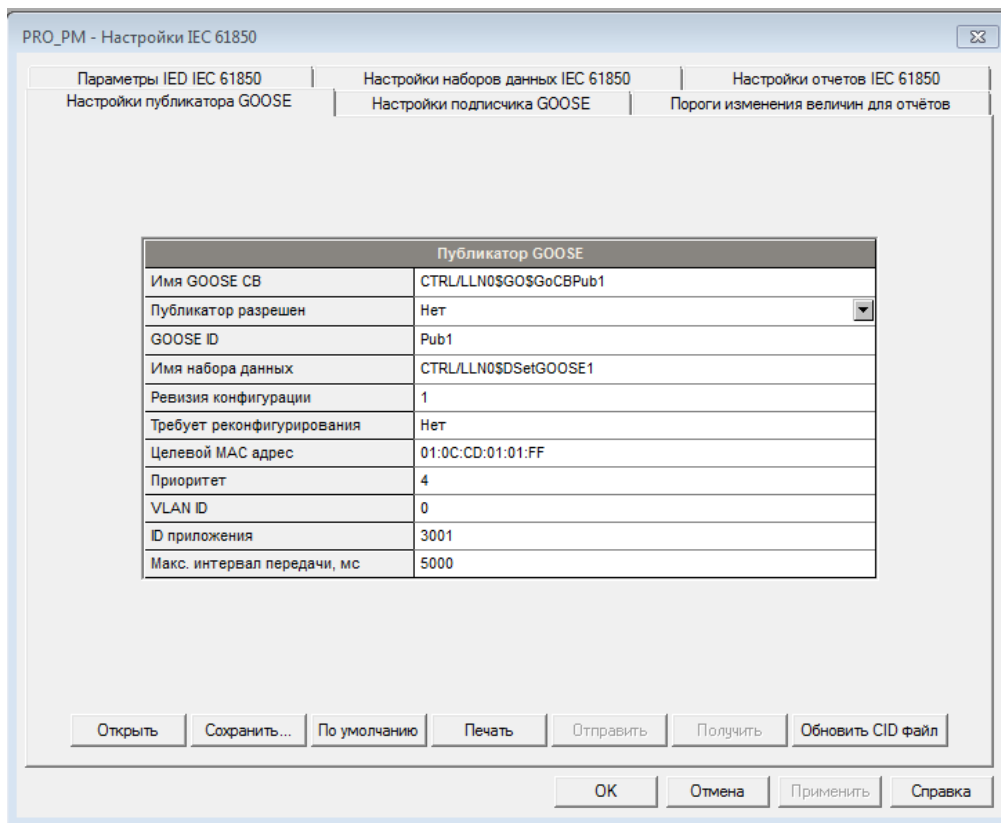

Рисунок 122 – Настройки публикатора GOOSE
1. Выберите на панели меню ПО PAS «Настройки» – «Настройки IEC 61850», в открывшемся окне выберите вкладку «Настройки публикатора GOOSE» (рисунок 122).